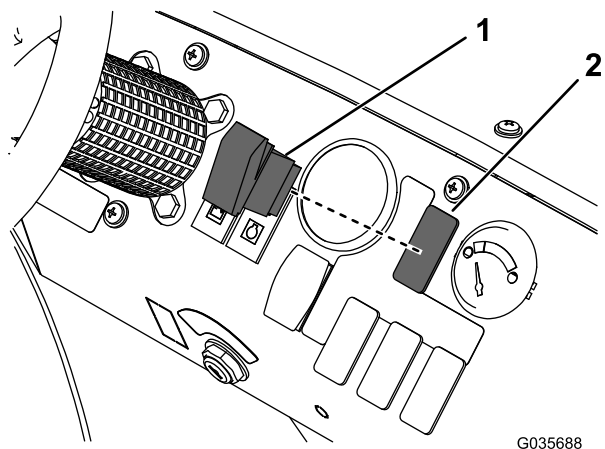

Figure 4
9. Enlevez l'obturateur du tableau de bord (Figure 4).
10. Insérez l'interrupteur dans le trou (Figure 4).